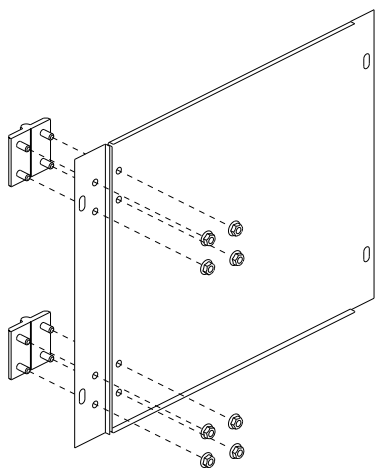

Рисунок 33
17.1 Закрепите две петли на панели поворотной и кронштейне Панели оперативной поворотной гайками М6 (рисунок 33).